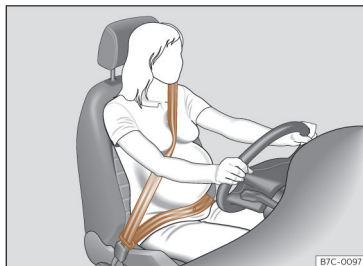

Fig. 25 Colocação da faixa do cinto de segurança no caso das mulheres grávidas.
No caso de **mulheres grávidas**, o cinto de segurança deve passar de forma uniforme sobre o peito e o mais baixo possível na zona pélvica, com a faixa plana para que não pressione o ventre; deve utilizar-se durante toda a gravidez >>> **Fig. 25**.
- No caso de mulheres grávidas, a faixa abdominal do cinto de segurança deve passar o mais baixo possível à frente da zona pélvica, direita e «contornando» o ventre >>> **Fig. 25**.